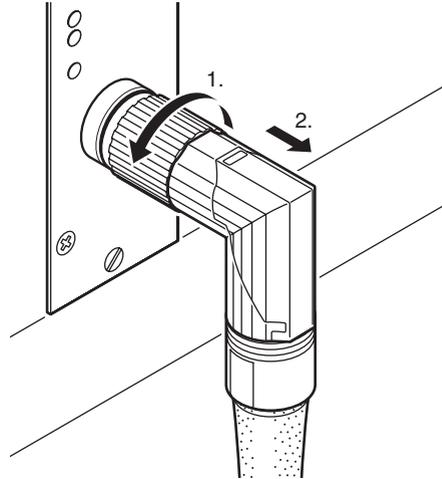

Abb. 22: Lösen der Anschlussleitung vom Schraubsystem
2. Lösen Sie den Winkelstecker der Anschlussleitung gemäß Abb. 22 auf Seite 62 von der Schnittstelle XDS2 am Rexroth-Schraubsystem und ziehen Sie die Anschlussleitung ab.